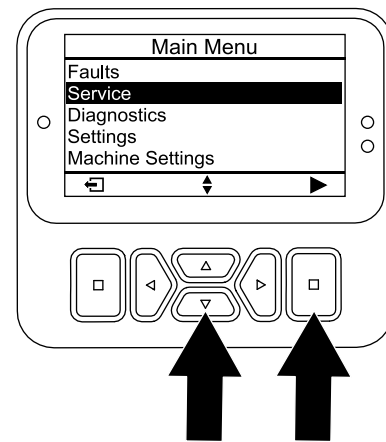

Figura 119
3. Premete il pulsante Giù fino a quando non viene selezionata l'opzione MANUTENZIONE, quindi premete il pulsante Invio (Figura 119).